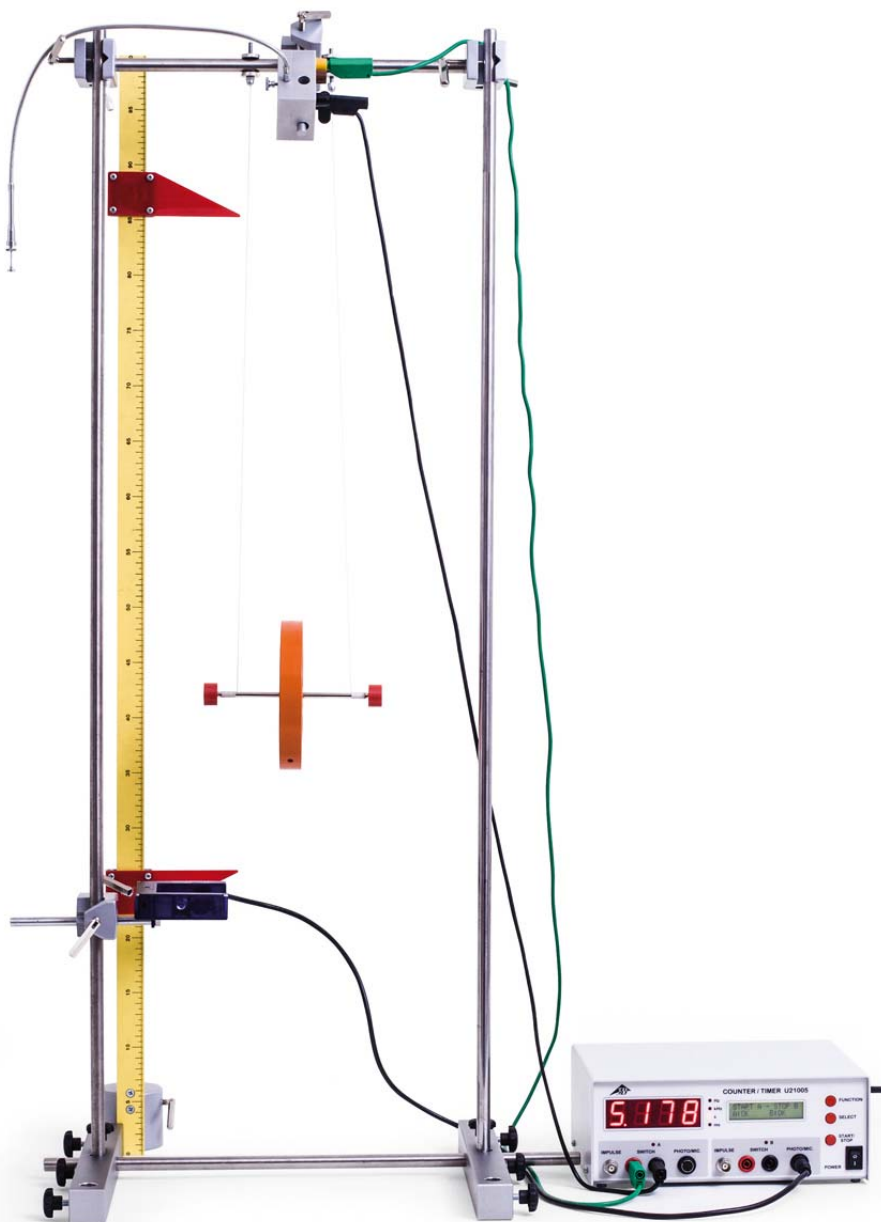

Fig. 1: Montagem da experiência.
- Montar a experiência conforme Fig. 1.
- Montar a escala de altura na base em tonel, conforme mostrado na Fig.1.